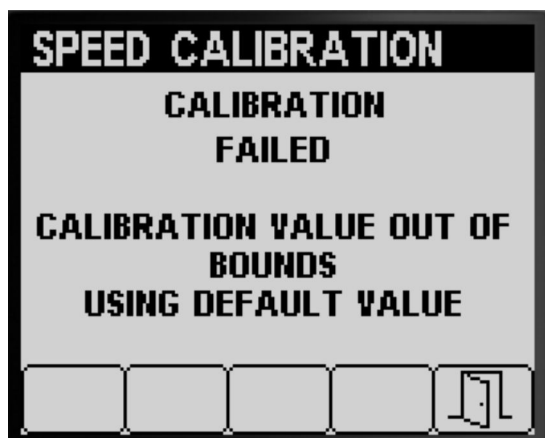

Figura 69
- Un mensaje indica que la calibración de velocidad ha finalizado con error (Figura 69).
Nota: Si el valor de calibración está fuera de los límites (Figura 69), póngase en contacto con su servicio técnico autorizado de Toro; de lo contrario, revise el mensaje de error y repita los pasos de calibración descritos en Preparación para la calibración de velocidad (página 23) y Realización de la calibración de velocidad (página 24).
5. Pulse el botón 5 para salir de la pantalla Calibración de velocidad (Figura 68 o Figura 69).